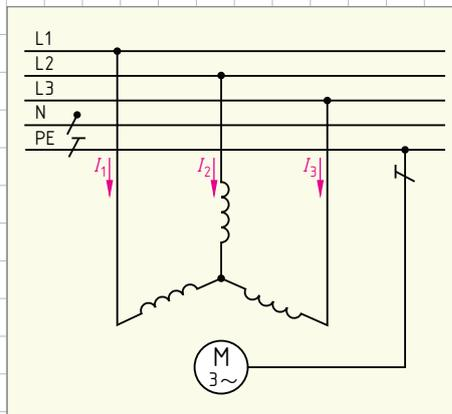

Bild 1: Drehstrommotor in Sternschaltung
- In der Reparaturwerkstatt ist ein Drehstrommotor in Sternschaltung an das 400/230-V-Netz angeschlossen (► Bild 1). In jedem Außenleiter fließt ein Strom von 7,25 A bei einem Wirkfaktor von $\cos \varphi = 0,8$. Zeichnen Sie das Zeigerbild der Ströme und das Stromdreieck.